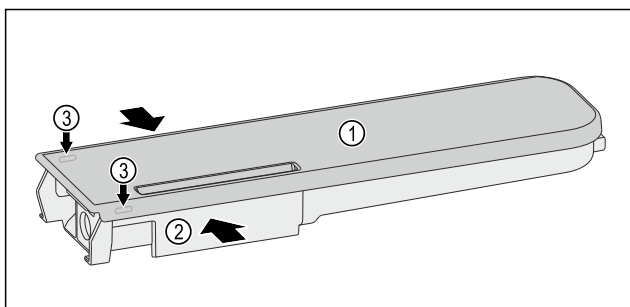

Fig. 209
- ▶ Stlačte nádrž na vodu Fig. 209 (2) k sobě a víko Fig. 209 (1) opatrně vypáče přes západky Fig. 209 (3) a vytáhněte nahoru.
- ▶ Víkem Fig. 209 (1) pohybujte lehce tam a zpět a sejměte jej nahoru.